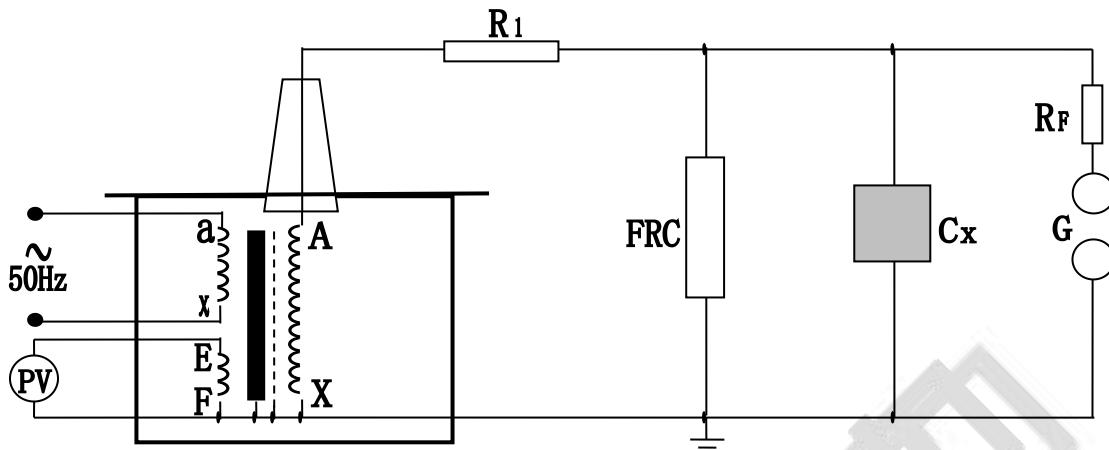

图6：被试品工频耐压试验接线图
5、YDJZ工频耐压试验装置做被试品的工频耐压试验使用接线原理图见图6。
在工频耐压试验中，低电压侧测量电压(仪表电压)不是非常准确的，其原因是由于工频耐压试验装置存在着漏抗，在这个漏抗上必然存在着压降或容升，使试品上的电压低于或高于低压侧测量电压表上反映出来的电压。工频耐压试验时，被试品上的电压高于工频耐压试验装置的输出电压，也就是所谓容升现象。感应耐压试验时，工频耐压试验装置的漏抗必然存在着压降。为了准确测量被试品上所施加的电压，因此常在高压侧接入 FRC 阻容分压器来测量电压(见图 6)。